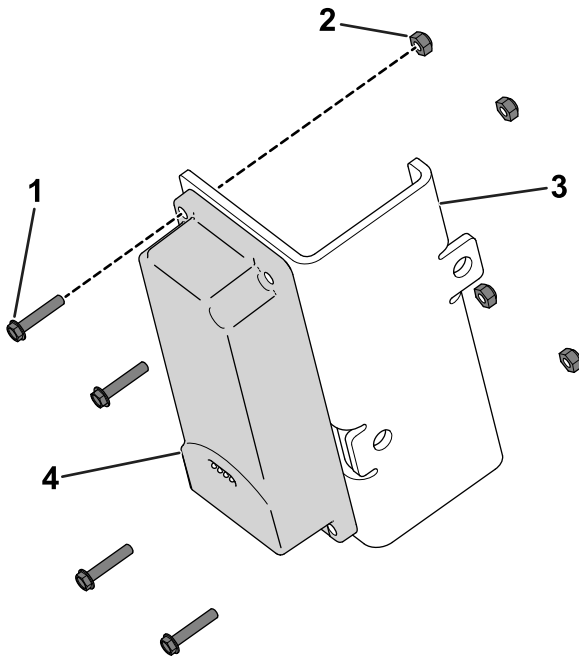

Figura 5
- Utilice 4 pernos de cabeza hexagonal (N.º 10 × 1") y 4 contratuercas (N.º 10) para sujetar el dispositivo telemático al soporte del dispositivo (Figura 5).